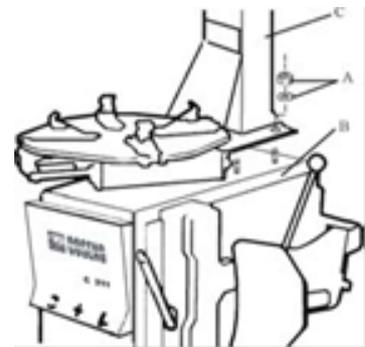

Abbildung 4
2. Lösen Sie die Mutter A am Gehäuse B, wie in Abb. 4 dargestellt.